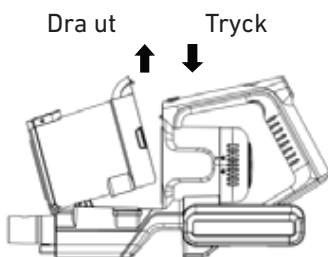

Bild 8
1. Klicka på frigöringsknappen för dammbehållaren på handtagets framsida precis ovanför dammbehållaren och dra ut dammbehållaren. (Bild 8)